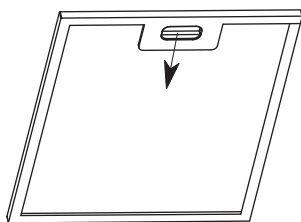

Fig. 39
- Retirar um filtro de cada vez, segurando por baixo com uma das mãos e puxando a trava em direção à parte posterior da coifa ou do filtro [Fig. 39].